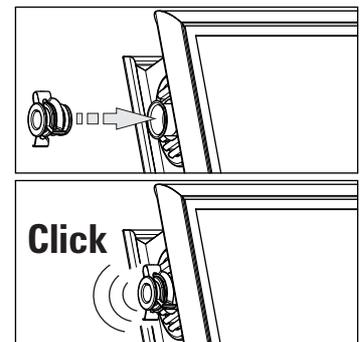

Fig. 3-30 Fase di lavoro 10
10. Inserire i tappi terminali nei tubi di collegamento del collettore ancora aperti, fino all'inserimento delle graffe di sostegno (fig. 3-30).